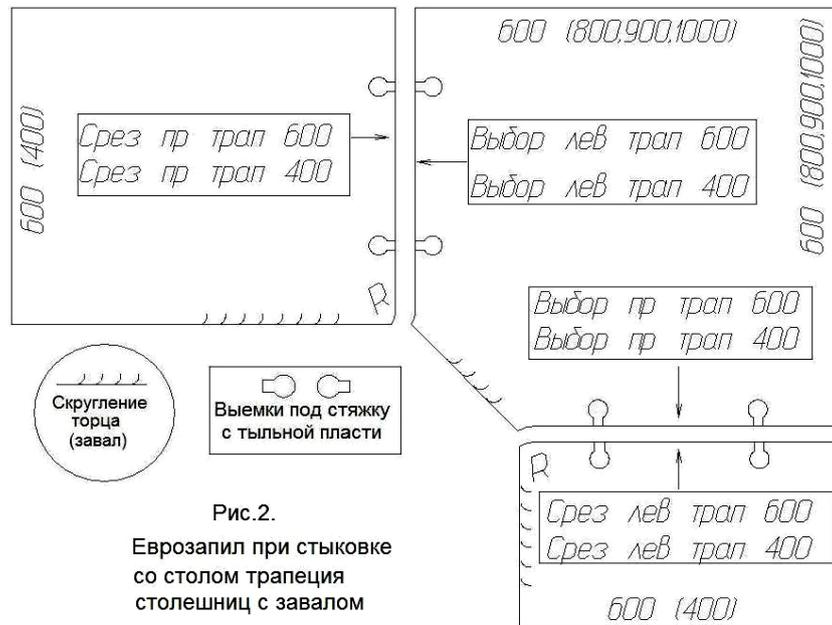

Рис. 2.
- «Выборка правая трап 600 (400)» на торце столешницы трапеция (рис. 2).
- «Срез правый трап 600 (400)» на поперечном торце прямой столешницы глубиной 600 мм или 400 мм (рис. 2).
- «Выборка левая трап 600 (400)» на торце столешницы трапеция (рис. 2).
- «Срез левый трап 600 (400)» на поперечном торце прямой столешницы глубиной 600 мм или 400 мм (рис. 2).